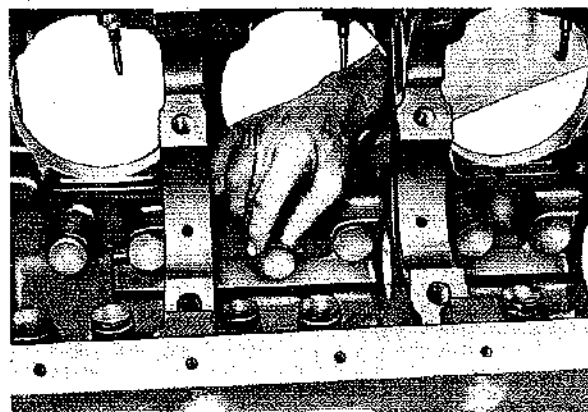

Fig. 20
- Capovolgere il basamento ed inserire le punterie negli alloggiamenti (Fig. 20).